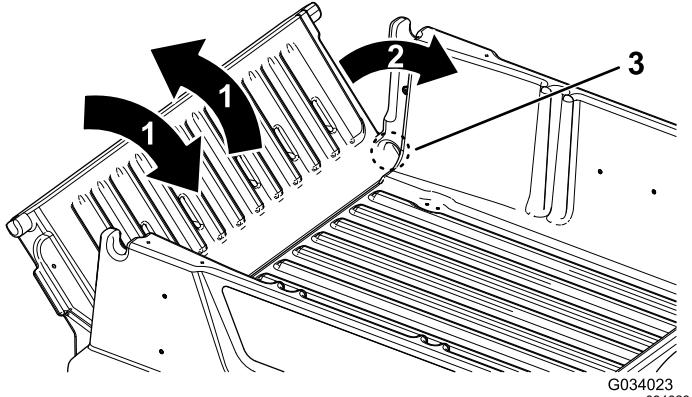

図24
- テールゲートを45°程度の角度にする図24。
- この位置から、テールゲートを小刻みに前後に振るように数回往復させる図24。